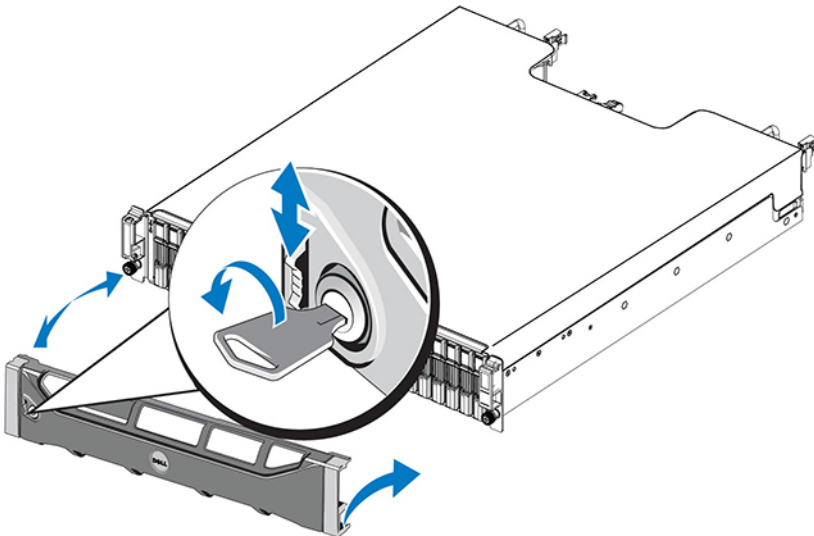

図5. ベゼルの取り付け
4. 同梱のキーを使用してベゼルのロックし、安全な場所にキーを保管します（図5を参照）。